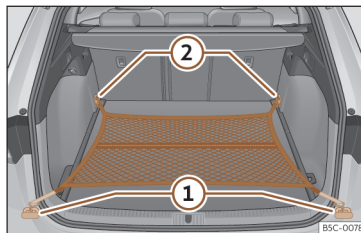

Fig. 194 Na bagageira: saco de rede fixado rente ao piso.
- Fixe os ganchos da rede nas argolas de fixação >>> **Fig. 194** ① e ② >>> . O fecho de correr do saco deve ficar voltado para cima.